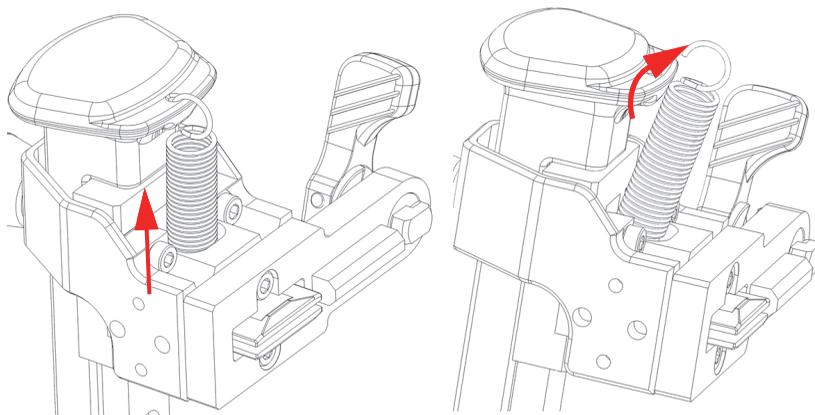

図 2-30 バネの取り外し
2. SLA リフティングハンドルの穴からバネの上部を取り外します（64 ページの図 2-30）。